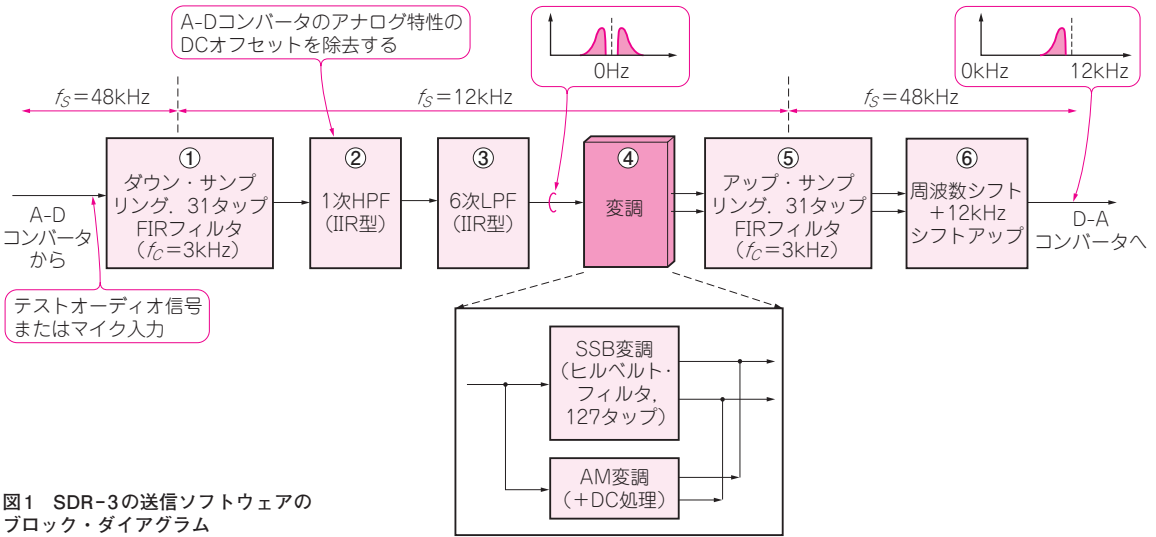

図1 SDR-3の送信ソフトウェアのブロック・ダイアグラム
図1に示すのは、SDR-3が送信モード(SSB位相方式とAMのとき)で動作しているときのSTM32F405マイコンのソフトウェア・フローです。SDR-3Dは「12 kHz固定周波数で送受信するSDR」です。送信時は、マイクから取り込んだ音声で12 kHzのキャリアを変調する演算をします。本章では、図1の変調処理ブロック(④)のデジタル変調の考え方と、STM32F405マイコン用に記述したCプログラムを紹介します。
マイコンは、サンプル周波数48 kHzのデジタル・オーディオ信号をオーディオ・コーデックから受け取ります。マイコンでは、図1の①~⑥に示すフィルタリングと周波数シフトを行います。
①では、48 kHzのサンプル周波数を低いサンプル周波数に落とします。落とすサンプル周波数はもとのサンプル周波数の整数分の1が都合が良いので、8 kHz、12 kHz、16 kHzなどの選択肢がありますが、12 kHzを選びました。後述のように、16 kHzを選ぶと、位相方式でのSSB波生成に使うヒルベルト変換FIRフィルタのタップ数を増やさなければなりません。